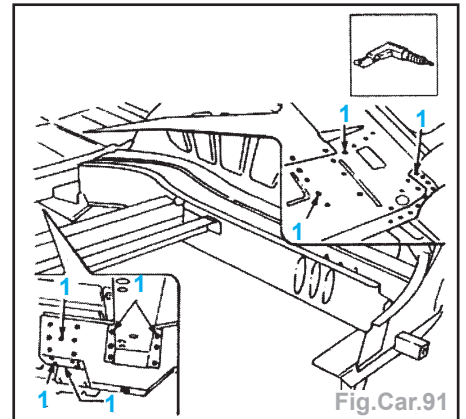

Fig.Car.91
- Dépointer à la perceuse les points de soudure (1) (Fig.Car.91).